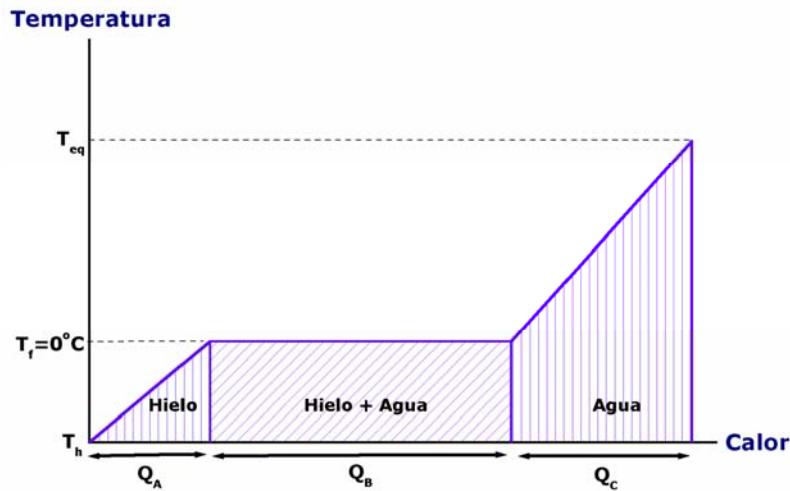

Figura 1
En la figura 1 se representa gráficamente la variación de temperatura frente al calor requerido al llevar a cabo el método de las mezclas que acabamos de describir:
1 – Encender la fuente de alimentación (elemento 3-a, figura 1) y seleccionar un valor de voltaje (elemento 3-b, figura 1) que haga pasar una corriente de  $\sim 3$  A a través de la resistencia del calorímetro.
- 2 – Pesar en la balanza (elemento **3**, figura 1) la masa de hielo,  $m_h$ , que nos suministrará el profesor y anotar su temperatura inicial,  $T_h$ .